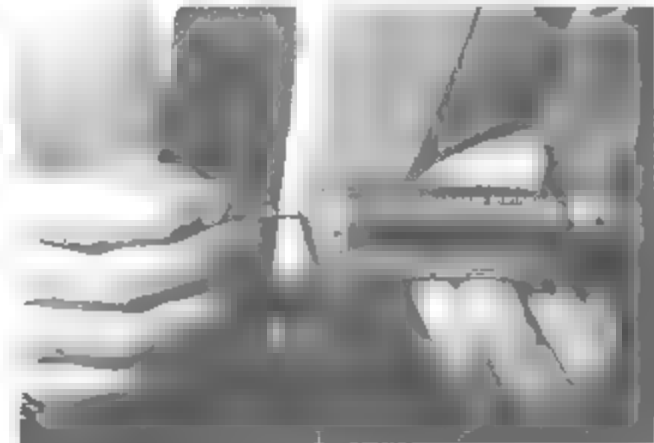

Fig. 44
7) Inserire il percussore con la sua molla nel foro di sede sull'otturatore (fig. 44). **Importante:** assicurarsi di montare sempre la molla del percussore.
7) Insert the firing pin and the firing pin spring inside the bolt (fig. 44).
7) Introduire le percuteur avec son ressort dans son logement sur la partie arrière de l'obturateur (fig. 44).